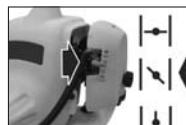

Fig. 10B
2. Plasser gass i HALV GASS "||"-posisjon (Fig. 10B).